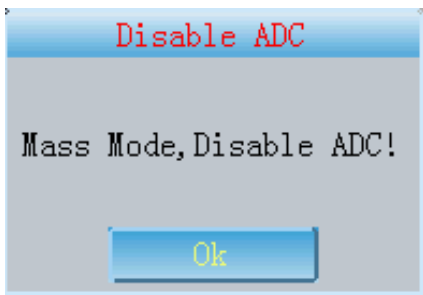

Fig. 13-10-2
- 3 Cliccando **MASS** , l'elettrocardiografo entrerà nell'interfaccia principale. Nella modalità MASS, cliccando il pulsante di campionamento, sarà visualizzata la finestra di avviso come da Fig.13-10-2.